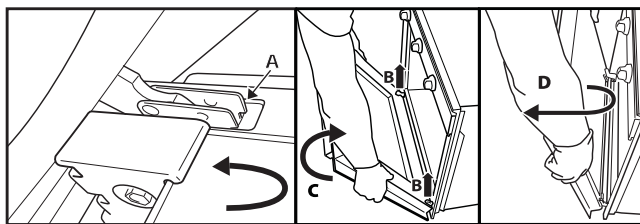

Fig. 2
- Luk døren til blokeringsmekanismen (A), løft den (B) og drej den (C), til den frigøres (D) (Fig. 2).